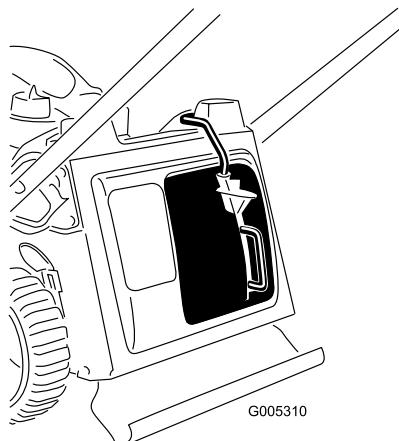

Рисунок 9
3. Отпустите кнопку на рычаге и убедитесь в том, что верхняя часть рычага полностью лежит в канале выключателя (Рисунок 9). **Если верхняя часть рычага не находится в канале, то газонокосилка не запустится!**